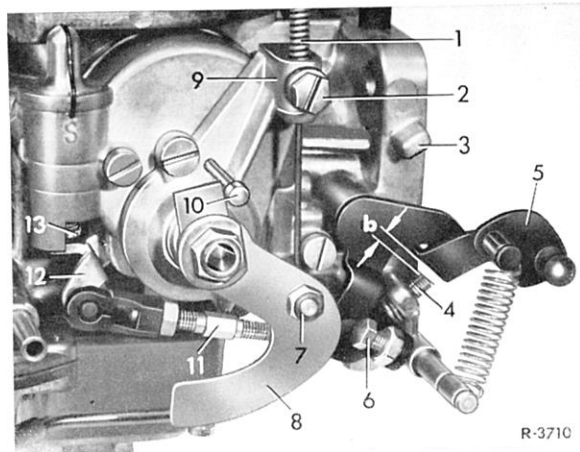

Bild 00-20/4
Bei abgestelltem Motor Sechskantschraube (6) der Unterdruckdose (2) (Bild 00-20/3) soweit herausdrehen, bis sich zwischen Leerlauf-